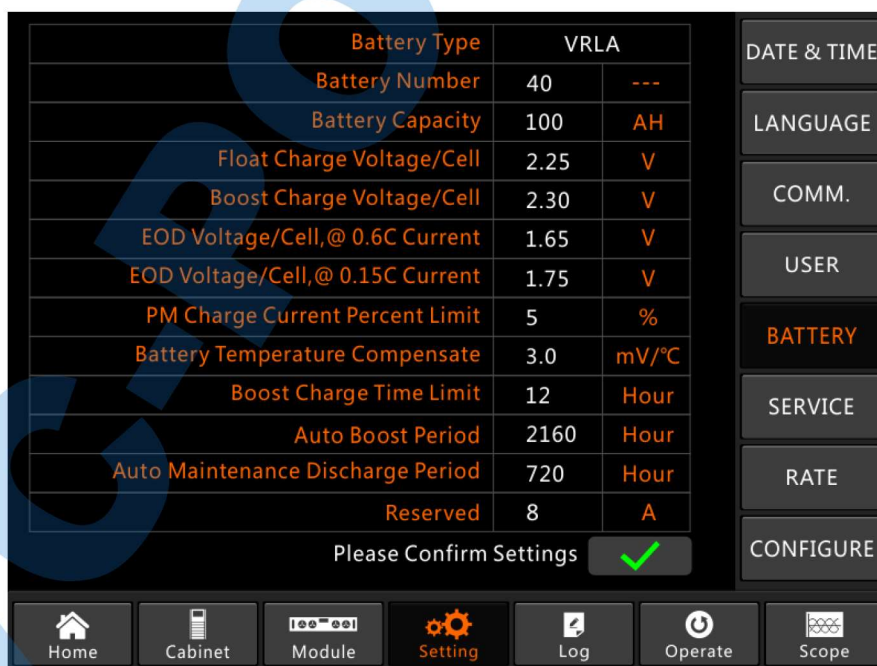

Рисунок 5-5. Установка периода автоматического разряда.
- b. Установите период автоматической разрядки. Войдите на страницу "BATTERY" в меню Setting (Рис. 5-5). Установите значение в строке "Auto Maintenance Discharge Period" и подтвердите.